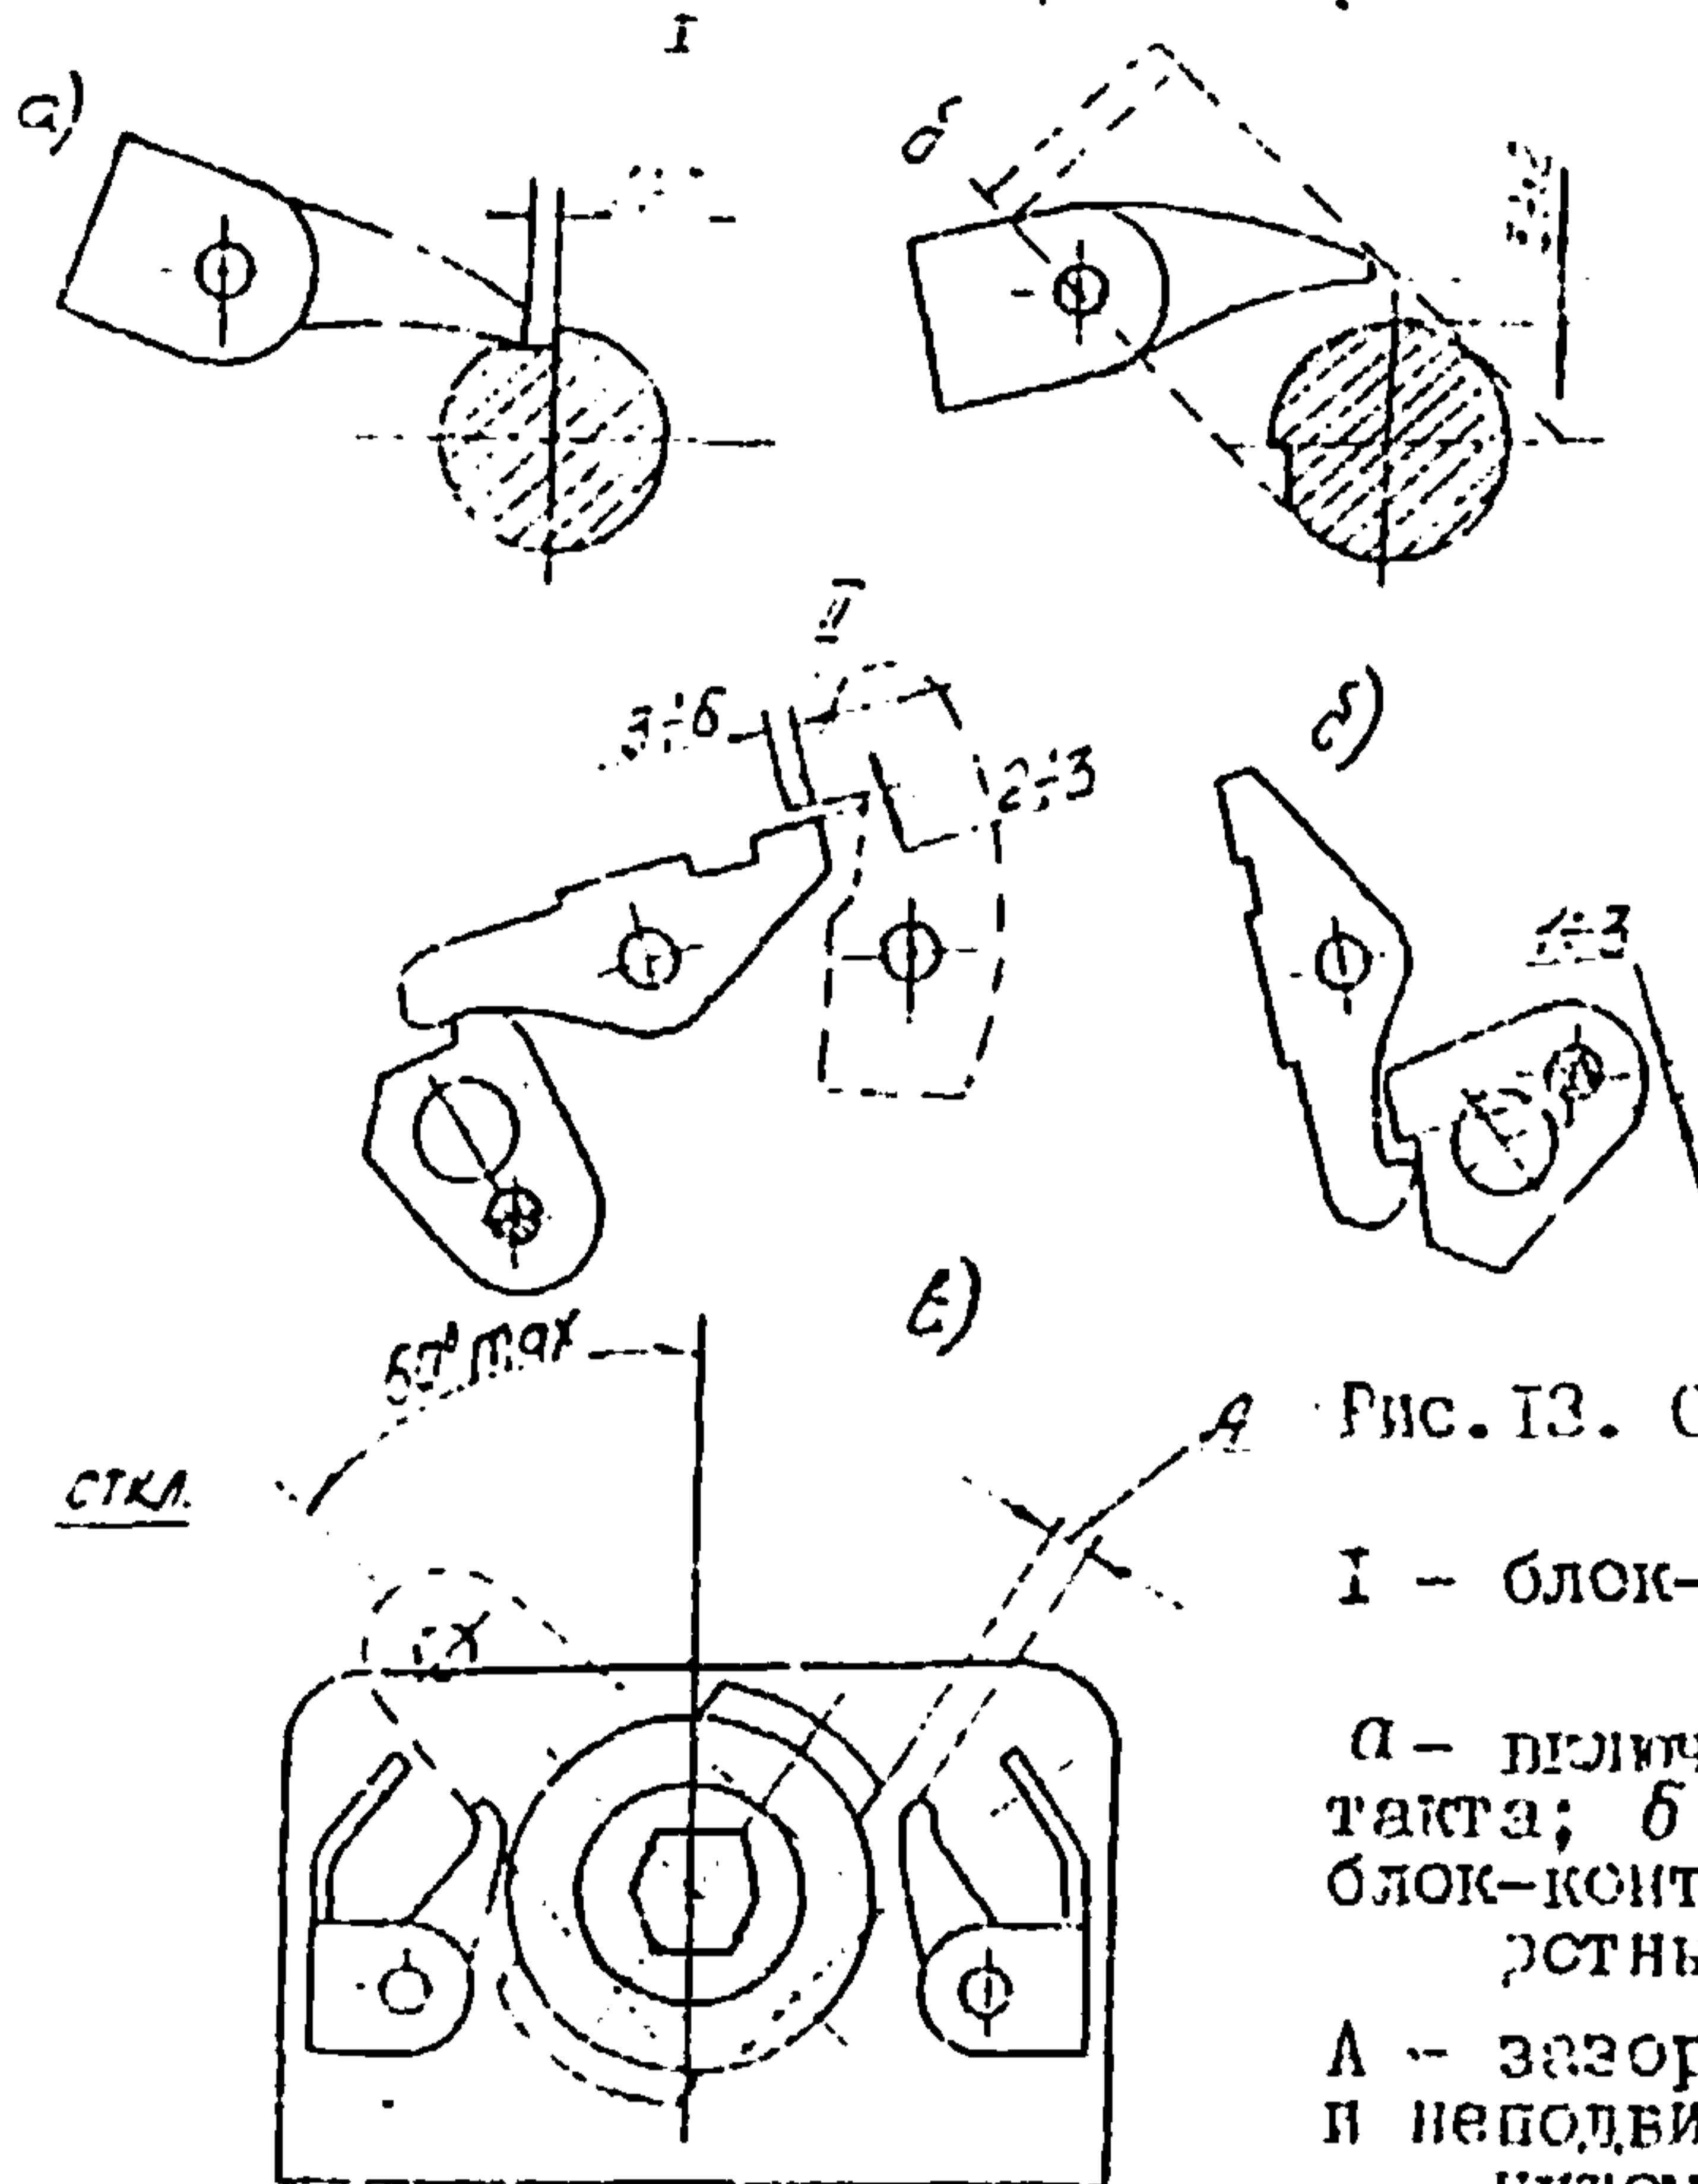

Рис. I3. Схема регулировки блок-контактов КБВ и КБО:
17.8. Произвести регулировку блок-контактов (рис. I3). При регулировке следует иметь в виду, что: